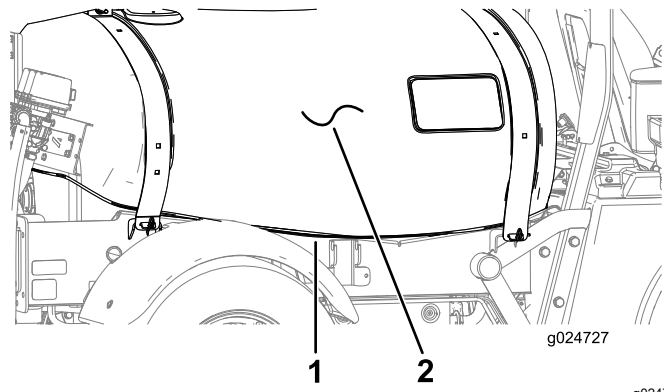

図 11
1. ワイヤハーネスを右側フレームチャネルタンクの近くに沿って配設する図 11。